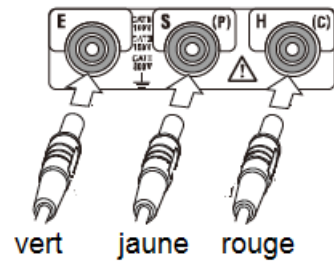

Fig. 7-2
Plantez les piquets auxiliaires S (P) et H (C) profondément dans la terre. Ils doivent être alignés à un intervalle de 5-10m de l'équipement sous test. Connectez le fil vert à l'équipement sous test, ensuite le jaune au piquet auxiliaire S(P) et finalement le rouge au piquet auxiliaire H (C) des bornes E, S(P) et H(C) de l'appareil. Voir fig. 7-2 et 7-3.